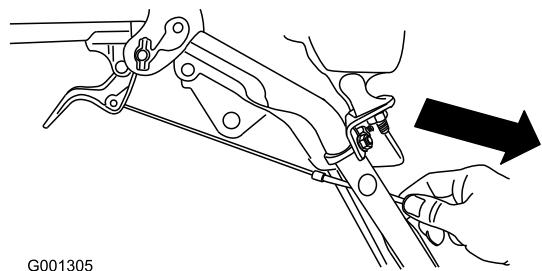

Figura 9
1. Serrafile (2)
4. Tirate la guaina del cavo delicatamente verso il basso fino a quando la leva della frizione ruote non è abbassata ed è stato rimosso l'allentamento del cavo, poi serrate saldamente il dado del serrafile (Figura 9).